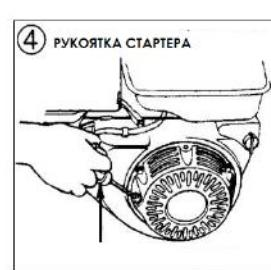

рис. 5
- Установите переключатель старт/стоп в положение “OFF” или ключ зажигания в крайнее левое положение (рис. 5 и 8).